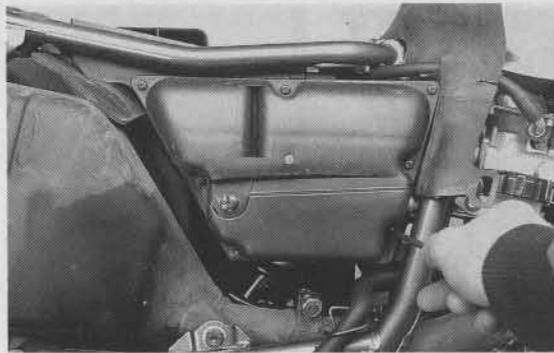

Bild 11
- Filterelement wie in Bild 11 gezeigt einsetzen und Deckel wieder anbringen.